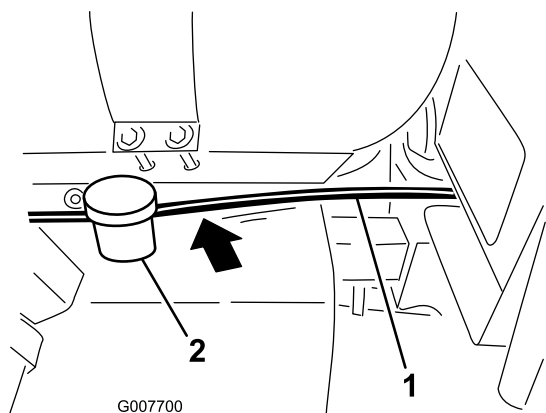

Figure 13
2. Acheminez le flexible du support du traceur à mousse vers l'avant, sous la cuve de produit chimique et derrière le réservoir de carburant, avec le câblage existant, jusqu'à la zone sous le boîtier de siège (Figure 13).